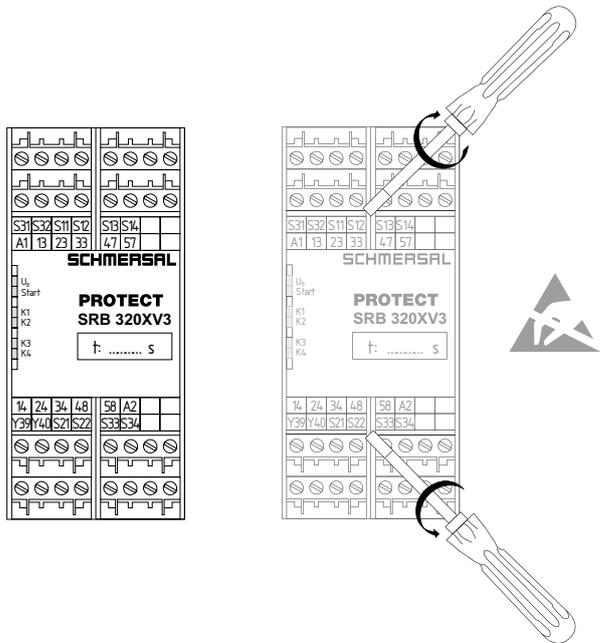

Fig. 1 Fig. 2
**5.2 Dati morsetti (vedere Fig. 1)**